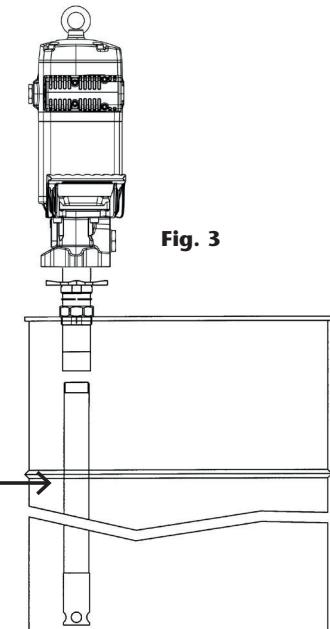

Fig. 3
- Montaje ajustable sobre bidón o cisterna con adaptador. Rosque a la bomba el tubo prolongador correspondiente (ver Fig. 3). Rosque la tuerca del adaptador ajustable a la tapa del bidón/cisterna. Inserte el tubo por la tuerca y fíjelo con la estrella a la altura deseada.